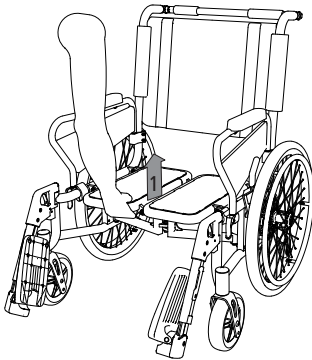

Abb. 29
5. Stellen Sie sich nun vor den Rollstuhl und ziehen Sie anschließend mittig an einer der Sitzflächen nach oben. Die Sitzflächen stehen jetzt leicht angewinkelt nach oben (1, Abb.29).